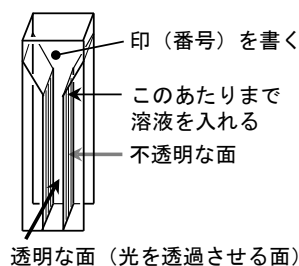

図 8．分光セル
- (4) 分光セルの上方の平面部分に油性ペンで⑪～⑳の印をつける（図8）。
- (5) ポリスポイトはブランク用（⑯～⑳）に1本，⑪～⑮用に1本用意して使い分ける。
- (6) スクリー管瓶 ⑯⑰⑱⑲⑳ の順にそれぞれの溶液を 1-mL ポリスポイトで分光セルに入れる。ポリスポイトは各溶液で**共洗いしながら使用**する。例えば，⑯の溶液を入れ終えた後，⑰の溶液を少量ポリスポイトで取り，スポイト内を⑰の溶液で洗浄して廃液容器に捨てる。これを2回ほど繰り返した後，⑰の溶液を分光セルに入れる。入れる量は図8を参照し，分光セルをセルホルダーに立てて並べておく。
- (7) 新たな 1-mLポリスポイトを用いて，スクリー管瓶⑪⑫⑬⑭⑮の順にそれぞれの溶液を分光セルに入れる。ポリスポイトは各溶液で**共洗いしながら使用**する。
- (8) 反応開始時刻から約 **30 分後**に，⑪～⑳の分光セルが入ったホルダーとストップウォッチ，問題冊子（表7のページを開いておく）を持ち，分光光度計まで運ぶ。
- (9) 波長（ λ ）576 nm における溶液⑪～⑳の吸光度を測定し，反応液⑪～⑮の吸光度（ A_1 ）とブランク溶液⑯～⑳の吸光度（ A_0 ）を表7に記入する。⑪の溶液の測定が終わった時までの時間を反応時間（ t_b ）とし，表7下段に記録する。ただし，⑫～⑮の溶液の反応時間は， t_b との差が無視できるものとしてよい。